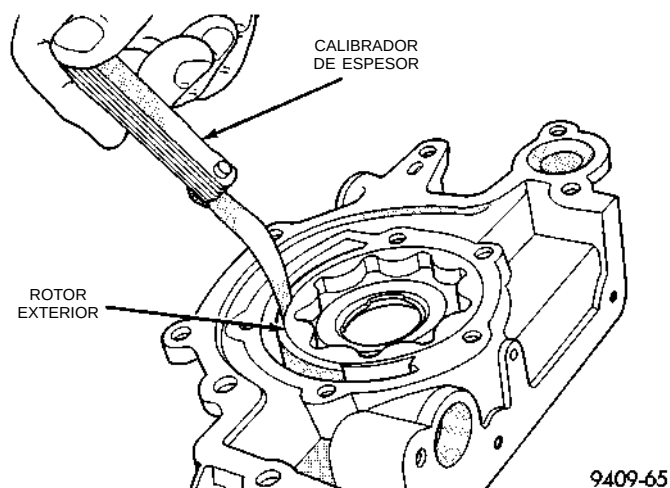

Fig. 99 Medición de la luz del rotor exterior en la caja
(5) Calce el rotor exterior en la caja de la bomba, presione hacia un lado con la mano y mida la luz entre el rotor y la caja (Fig. 99). Si la medición es de 0,39 mm (0,015 pulgadas) o mayor, reemplace la caja sólo si el rotor exterior está dentro de la especificación.
(6) Instale el rotor interior en la caja de la bomba. Si la luz entre los rotores interior y exterior (Fig.